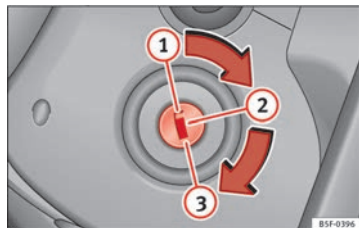

Fig. 121 Posiciones de la llave de contacto.
- Gire la llave hasta la posición ① ⇒ fig. 121.
- Extraiga la llave de encendido en la posición ① ⇒ fig. 121 ⇒ .